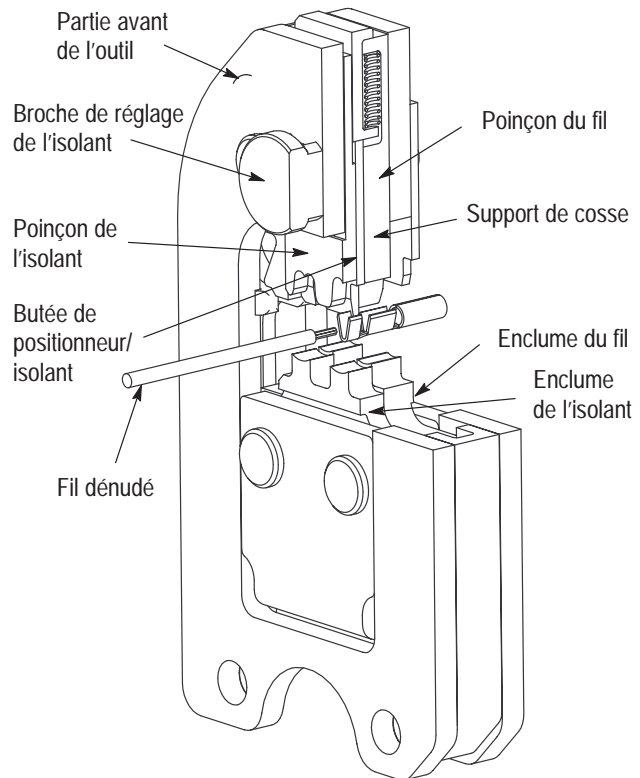

Figure 1
L'outil se compose d'une mâchoire fixe (poinçon), d'une mâchoire mobile (enclume), d'une butée de positionneur/isolant et d'une crémaillère CERTI-CRIMP. Un grand nombre d'outils sont équipés d'un bouton de réglage de l'isolant permettant d'ajuster la hauteur du fût isolant du contact au cours du sertissage. La butée de positionneur/isolant positionne le contact et limite la distance d'insertion du fil dénudé dans le contact.. Pendant le fonctionnement, cette butée repose dans la rainure de guidage du contact (voir Figures 1 et 2). La crémaillère CERTI-CRIMP assure le sertissage complet du contact. Une fois enclenchée, la crémaillère reste en place jusqu'à la fermeture complète des mâchoires.
4. Positionner le contact entre les poinçons de sorte que la butée de positionneur/isolant s'engage dans la rainure du contact. Le fût conducteur doit venir en appui contre la butée de positionneur/isolant.. Voir les Figures 1 et 2.
Sur un grand nombre d'outils, la hauteur de sertissage du fût isolant se règle au moyen d'une broche (Figure 1). Le poinçon isolant doit maintenir fermement l'isolant sans l'entailler. Pour déterminer le bon réglage à adopter, procéder à un essai de sertissage d'un contact en vrac en utilisant le réglage correspondant au diamètre de l'isolant : (1) – petit, (2) et (3) – moyen, ou (4) – grand. Si le sertissage du fût isolant est trop serré ou trop lâche, modifier le réglage en tirant puis actionnant la broche jusqu'à obtention du réglage désiré.
5. Vérifier l'espace entre les surfaces en contact du poinçon et de l'enclume. Voir la Figure 1. Si cet espace est inférieur ou égal à 0,025 mm [0.001 in.], (sur au moins deux des surfaces en contact), la crémaillère est réglée de manière satisfaisante. Si l'espace est supérieur à 0,025 mm, la crémaillère est déréglée et doit être réparée.